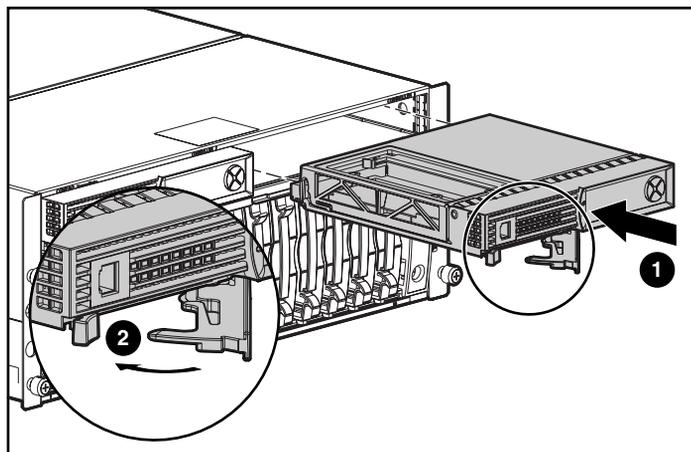

Abbildung 5: Einsetzen des Controllers
7. Drücken Sie den Controller so weit wie möglich in das Gehäuse hinein ❶ und die Verriegelung nach innen, bis sie an der Vorderseite ❷ anliegt. Siehe Abbildung 5.